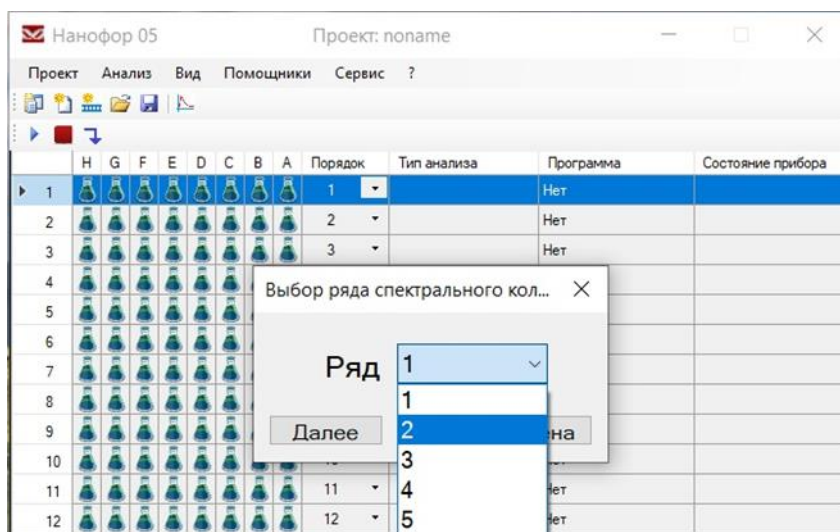

Рисунок 5
2. Выбрать ряд 96-луночного планшета, в котором находится спектральный калибратор, нажать «Далее» (рисунок 5).